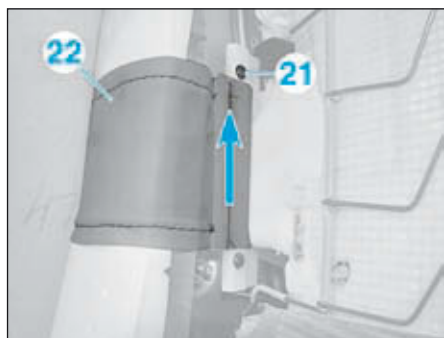

FIG.18
- Déposer l'agrafe (21) (Fig.18).
- Libérer la lanière (22).